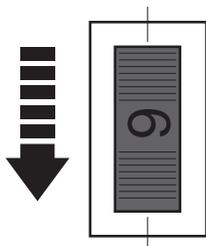

Рис. 13
- > Поверните регулятор выбора скорости (15) назад, чтобы увеличить скорость (Рис. 13). Большее значение при использовании фрез большого диаметра или обработке таких твердых материалов, как дерево.